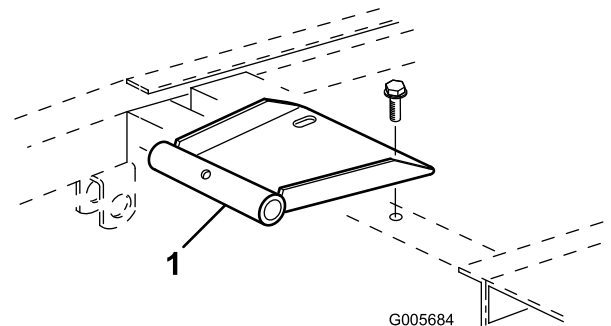

Bild 8
4. Montieren Sie die Schwenkhalterung mit zwei Bundschrauben am Sitz (liegen dem Sitz bei) (Bild 8)